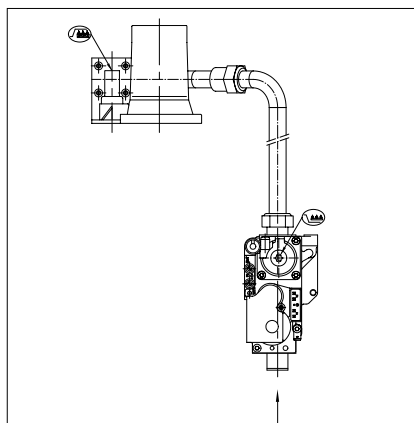

Bild 16 Einstellpunkte
- Die Einstellschraube Volllast (*siehe Bild 16*) im Uhrzeigersinn verstellen: ca. 3½ Umdrehungen (1 Umdrehung = 360°)
- Falls erforderlich mit der Einstellschraube Volllast, *siehe Bild 16*, nachstellen, so dass die in nachstehender Tabelle aufgeführten Werte erreicht werden.
- Nötigenfalls mit der Einstellschraube Teillast nachstellen, *siehe Bild 16*.